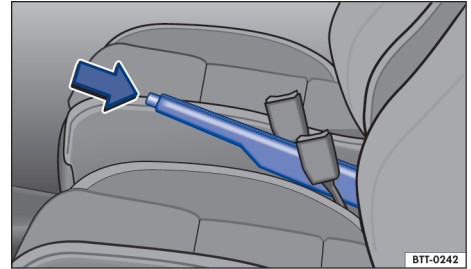

Fig. 101 Entre os bancos dianteiros: alavanca do freio de estacionamento.
- Puxar a alavanca do freio de estacionamento para cima com o botão bloqueador pressionado → Fig. 101 (seta).
- Puxar a alavanca do freio de estacionamento um pouco para cima e pressionar o botão bloqueador → Fig. 101 (seta).